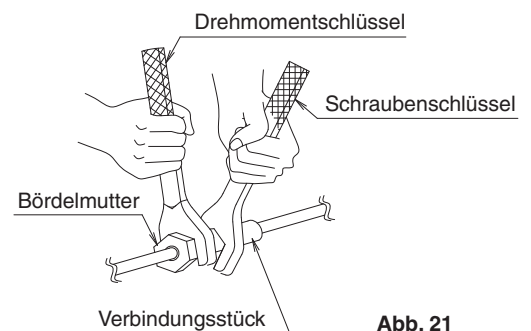

Abb. 21
- Verwenden Sie beim Anschließen der Rohrleitungen an das Klimagerät einen Schraubenschlüssel und einen Drehmomentschlüssel wie in Abb. 21 dargestellt. Zu den Abmessungen des gebördelten Teils und zum Anzugsmoment siehe Tabelle 1.
Stellen Sie nach dem Abschluss sämtlicher Hartlötarbeiten die Bördelverbindung mit dem Innengerät her. **(Siehe Abb. 21)**